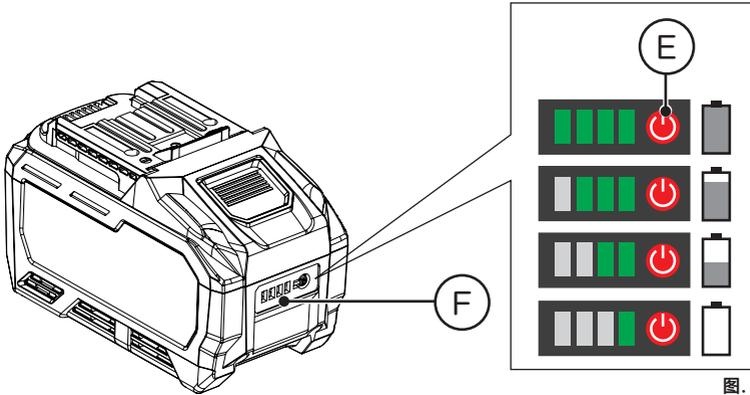

图. 4
电池配有 LED 灯的状态指示器的显示屏 (F)，按下 (E) 键以启用显示屏 (图. 4)。